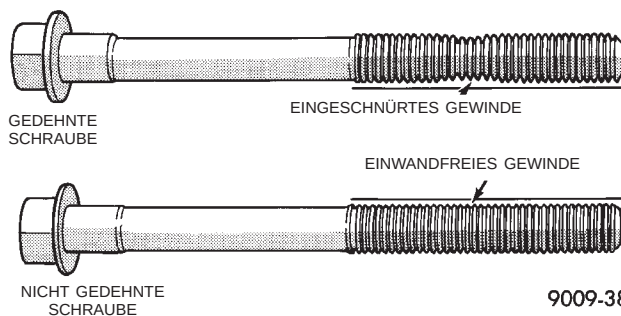

Abb. 99 Schrauben auf Dehnung prüfen
(1) Zum Feststellen der Einschnürung ein Lineal in Längsrichtung der Schraube an das Gewinde halten. Liegen nicht alle Gewindegänge auf gleicher Höhe am Lineal an, so muß die Schraube ausgetauscht werden (Abb. 99).
(2) Vor dem Einbau der Pleuellagerbolzen und Pleuellager darauf achten, daß die Stöße der Pleuellagerbolzen versetzt zu den Stößen der Abstreifschneiden angeordnet sind.